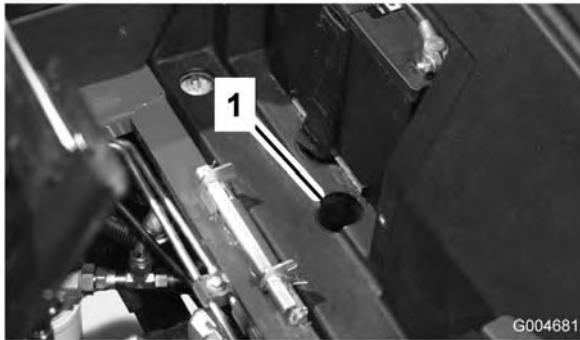

Figura 28
- Levante el asiento y retire la tapa de la batería. La válvula auxiliar está situada delante de la batería (Figura 28).